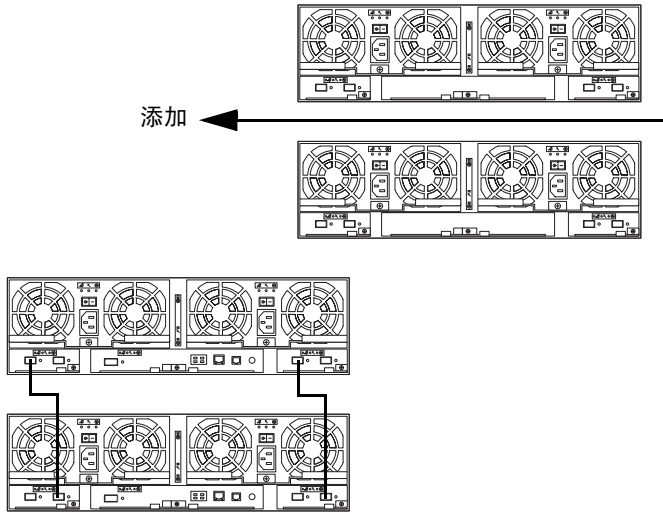

图 7-3 添加至机架配置的扩充设备
9. 将新的扩充设备添加至现有 2x2 存储阵列的顶部。(参见图 7-3。)